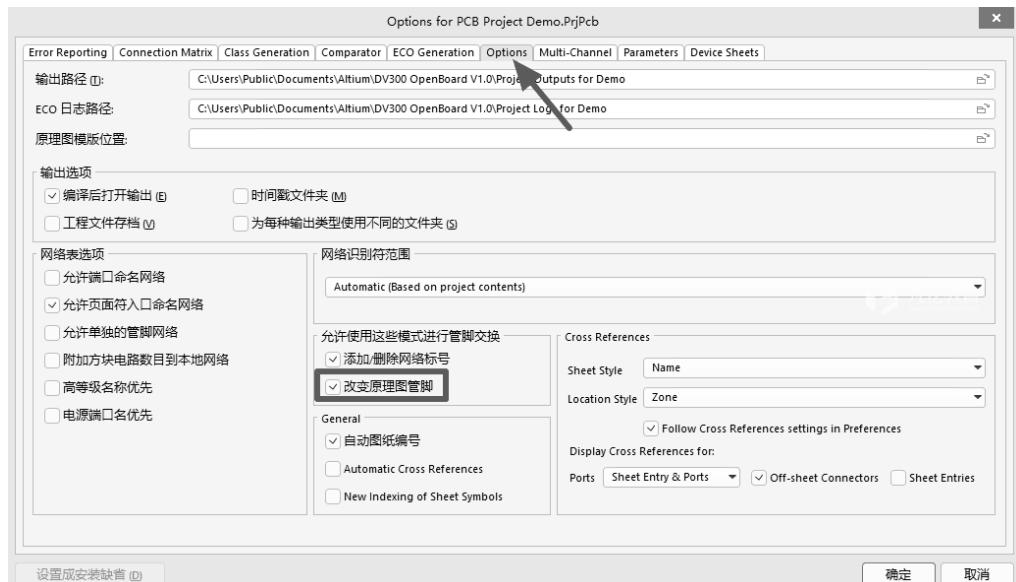

图 12-9 反导入原理图设置
(8) PCB 执行调换更改之后，需要把网络交互反导入原理图，如图 12-9 所示，执行菜单命令“工程-工程选项”，单击“Options”选项卡，勾选反导入选项“改变原理图管脚”。